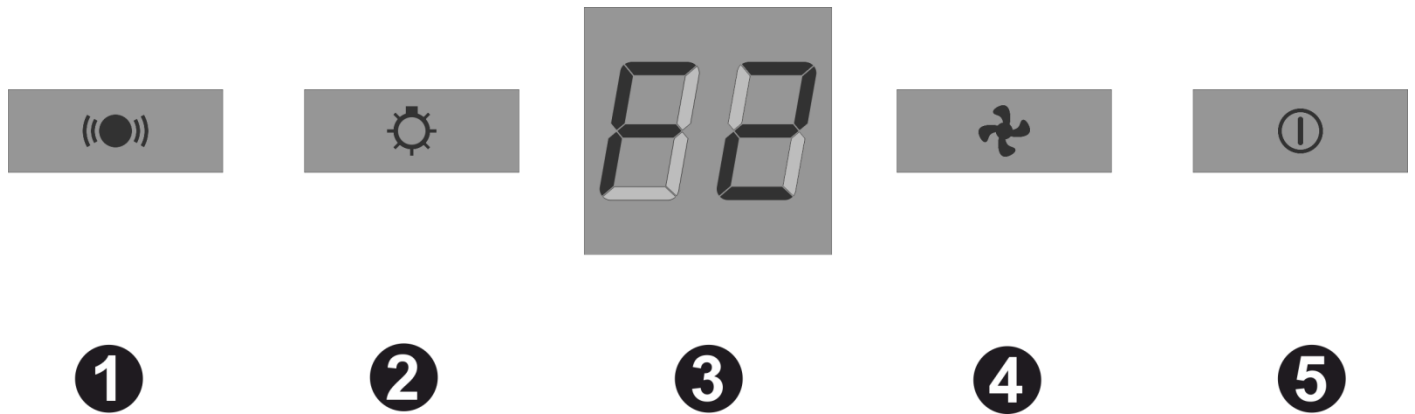

Fig.5.1
7.3 Sur le panneau inférieur du corps on installe le commutateur de bouton des modes et l'allumage des lampes de l'éclairage (fig. 5.1).